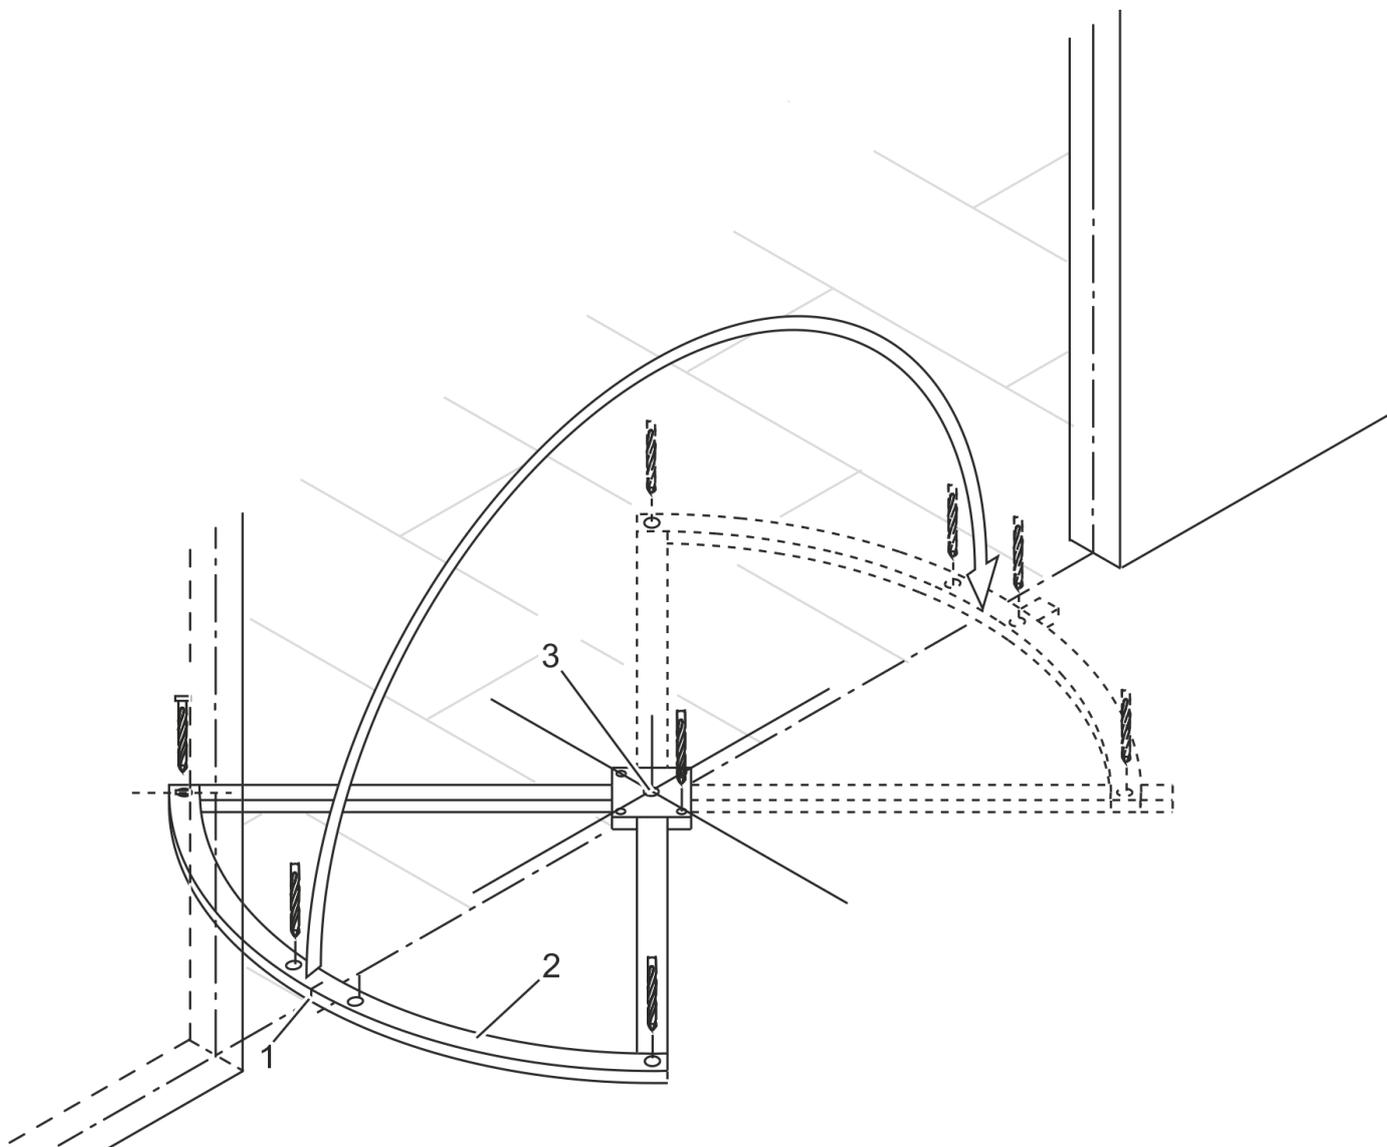

Рис. 33 Использование шаблона для сверления
10. Выровнять шаблон для сверления (рис. 33/2):
- относительно центральной точки (рис. 33/3)
- сделать отметку (рис. 33/1) в центре оси
11. Зафиксировать шаблон для сверления (рис. 33/2) в центре (рис. 33/3) с помощью винта.
14. Повернуть шаблон для сверления (рис. 33/2) на противоположную сторону.
15. Выровнять шаблон для сверления (рис. 33/2):
16. Зафиксировать шаблон для сверления (рис. 33/2) с помощью винта.
18. Вывернуть винты и убрать шаблон для сверления (рис. 33/2) из рабочей зоны.